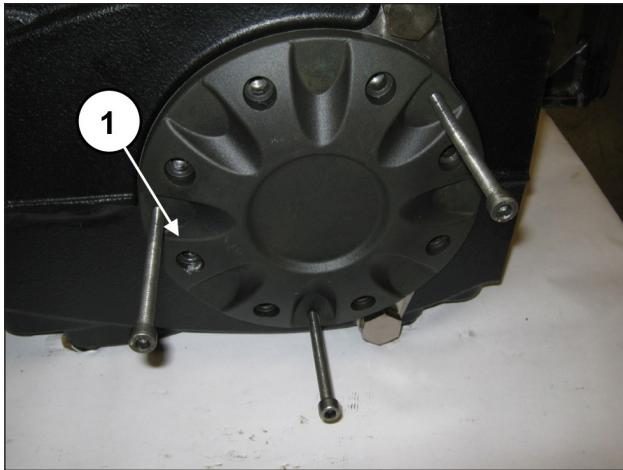

Fig. 28
Positionner 3 goujons ou vis filetées M8 (rep. ①, Fig. 28) faisant office d'extracteurs dans les trous appropriés.